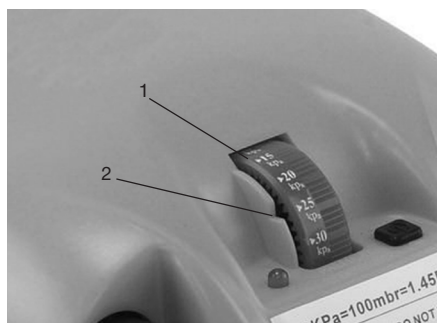

Рис. 4 Установка давления на насосе GP-80
- Вращая регулятор 1, установите требуемое давление воздуха напротив метки 2 на корпусе насоса (Рис. 4).